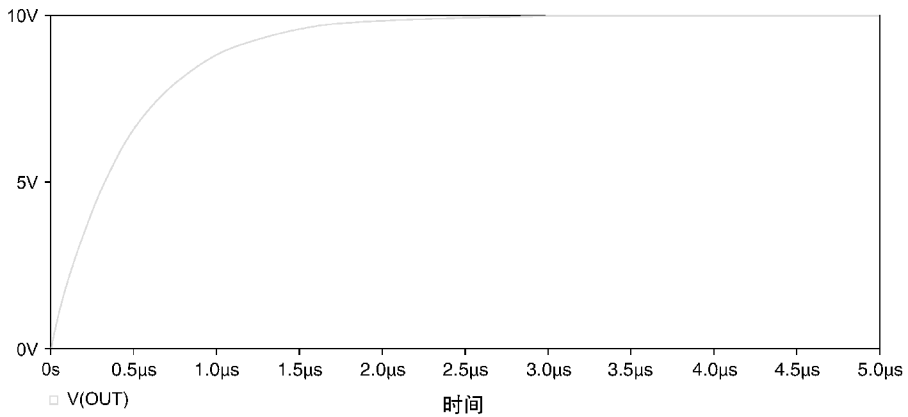

图 12.6 电容两端电压波形从 0V 开始按照指数形式上升
7. 仿真结果如图 12.6 所示，电容两端电压为指数上升波形。
8. 在 PSpice 中，选择菜单 **Trace > Evaluate Measurement**，然后在右侧的测量函数列表中选择 **Risetime\_NoOvershoot (1)** 无过冲阶跃响应曲线的上升时间测量函数，其中 (1) 表示该函中只包含一个参数。